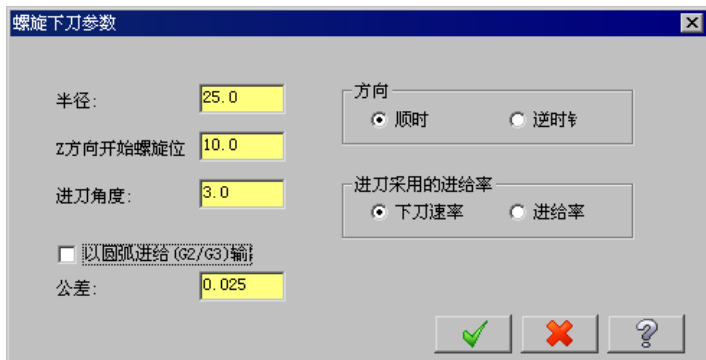

图 10.7.5 “螺旋下刀参数”对话框
- **旋式下刀** 按钮：用于设置螺旋下刀的相关参数。螺旋下刀的相关设置在该按钮前的复选框被选中时方可使用，否则此按钮为不可用状态。单击此按钮，系统弹出图 10.7.5 所示的“螺旋下刀参数”对话框，用户可以通过该对话框对螺旋下刀的参数进行设置。